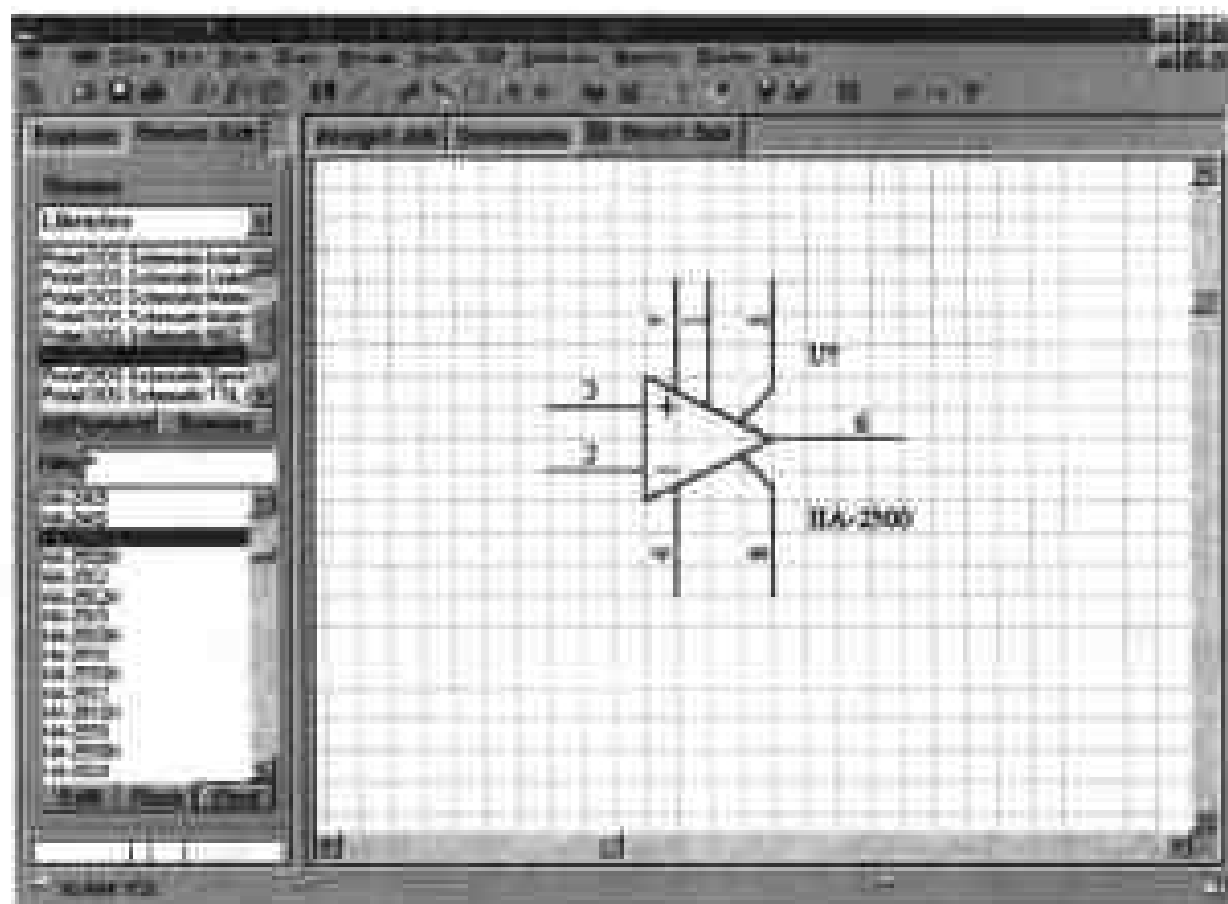

图 2-18 直接选择元件放置在图纸中
(5) 在主工具栏中单击若干次  按钮,将图纸放大,得到如图 2-18 所示的效果。这种方法是直接从原理图项目浏览器中选择元件,不进行编辑直接放置在图纸中的操作方法。